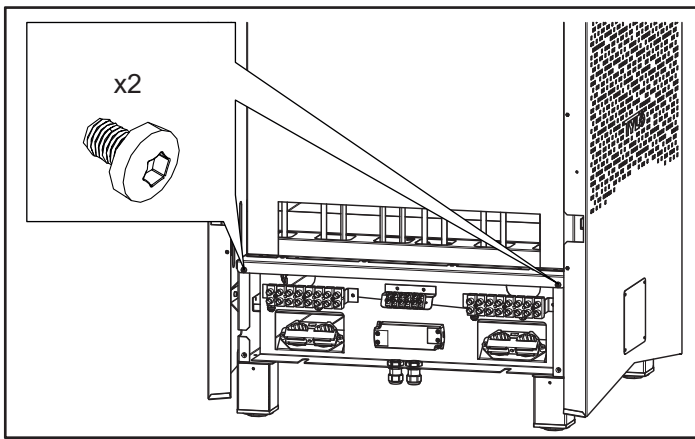

Abbildung 13: Schublade einschieben und sichern.
9. Schieben Sie die Schublade hinein und befestigen Sie sie mit 2 Schrauben (siehe Abbildung 13).